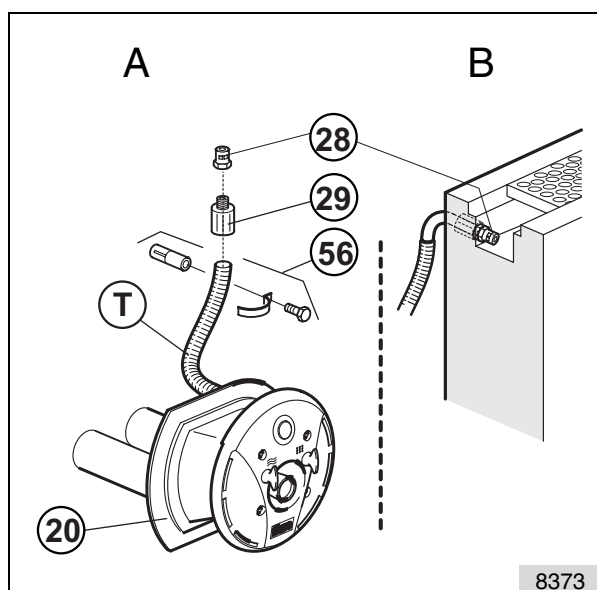

Fig. 23
Fijar la válvula de aire (28) con el juego de fijación (56) en la pared de la piscina. En el caso de un canal de rebalse al mismo nivel de la tierra, colocar la válvula de aire (28) en el canal, vea la Fig. 23, Detalle B.